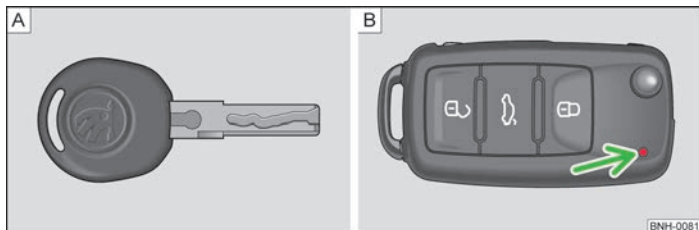
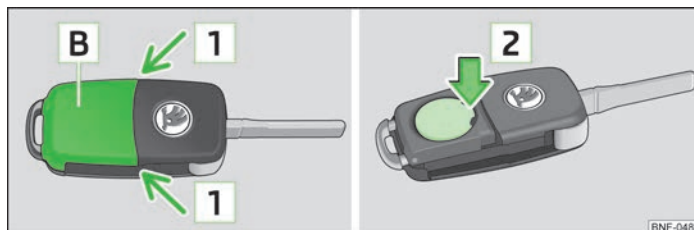

Bild 8 Nyckel utan fjärrkontroll/nyckel med fjärrkontroll (fjärrnyckel)
Bild 9 Fjärrkontroll: Ta av locket/ta ut batteriet
Med bilen levereras två nycklar. Beroende på utrustningen kan bilen vara utrustad med nycklar utan fjärrmanövrering » bild 8 - A eller med fjärrmanövrering » bild 8 - B.
Varje fjärrnyckel innehåller ett batteri, vilket är placerat under locket B » bild 9. När batteriet är urladdat blinkar inte den röda kontrollampen » bild 8 på sidan 20 - B när en knapp på fjärrkontrollen har tryckts in. Vi rekommenderar att batteribytet utförs av en ŠKODA-återförsäljare. Om du ändå själv vill byta det urladdade batteriet, ska detta ske enligt följande.
- Tryck av batterikåpan med tummarna eller med hjälp en platt skruvmejsel i området vid pilen 1 » bild 9.